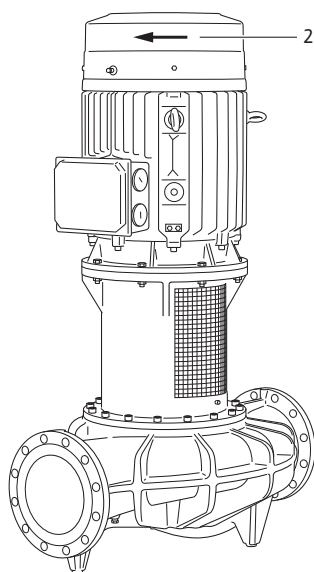

Fig. 47: Kontrola smjera vrtnje
- Kratkotrajnim uključivanjem provjerite odgovara li smjer vrtnje strelici na poklopcu ventilatora (vidi Fig. 47, poz. 2). U slučaju pogrešnog smjera vrtnje učiniti sljedeće: